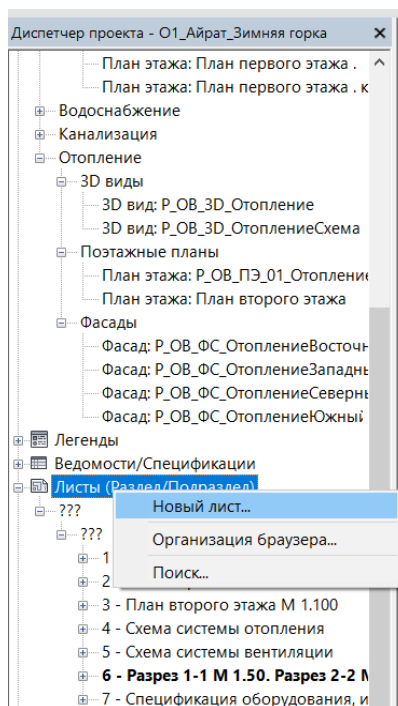

Рисунок 3.11. Создание нового листа
- Создание нового листа: щелкните правой кнопкой мыши категорию «Листы», и выберите в контекстном меню команду «Новый лист» (рис. 3.11).